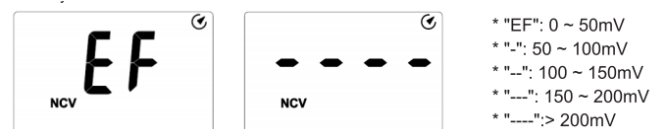

Рисунок 10
9.9. Бесконтактное обнаружение переменного напряжения (см. Рисунок 10)